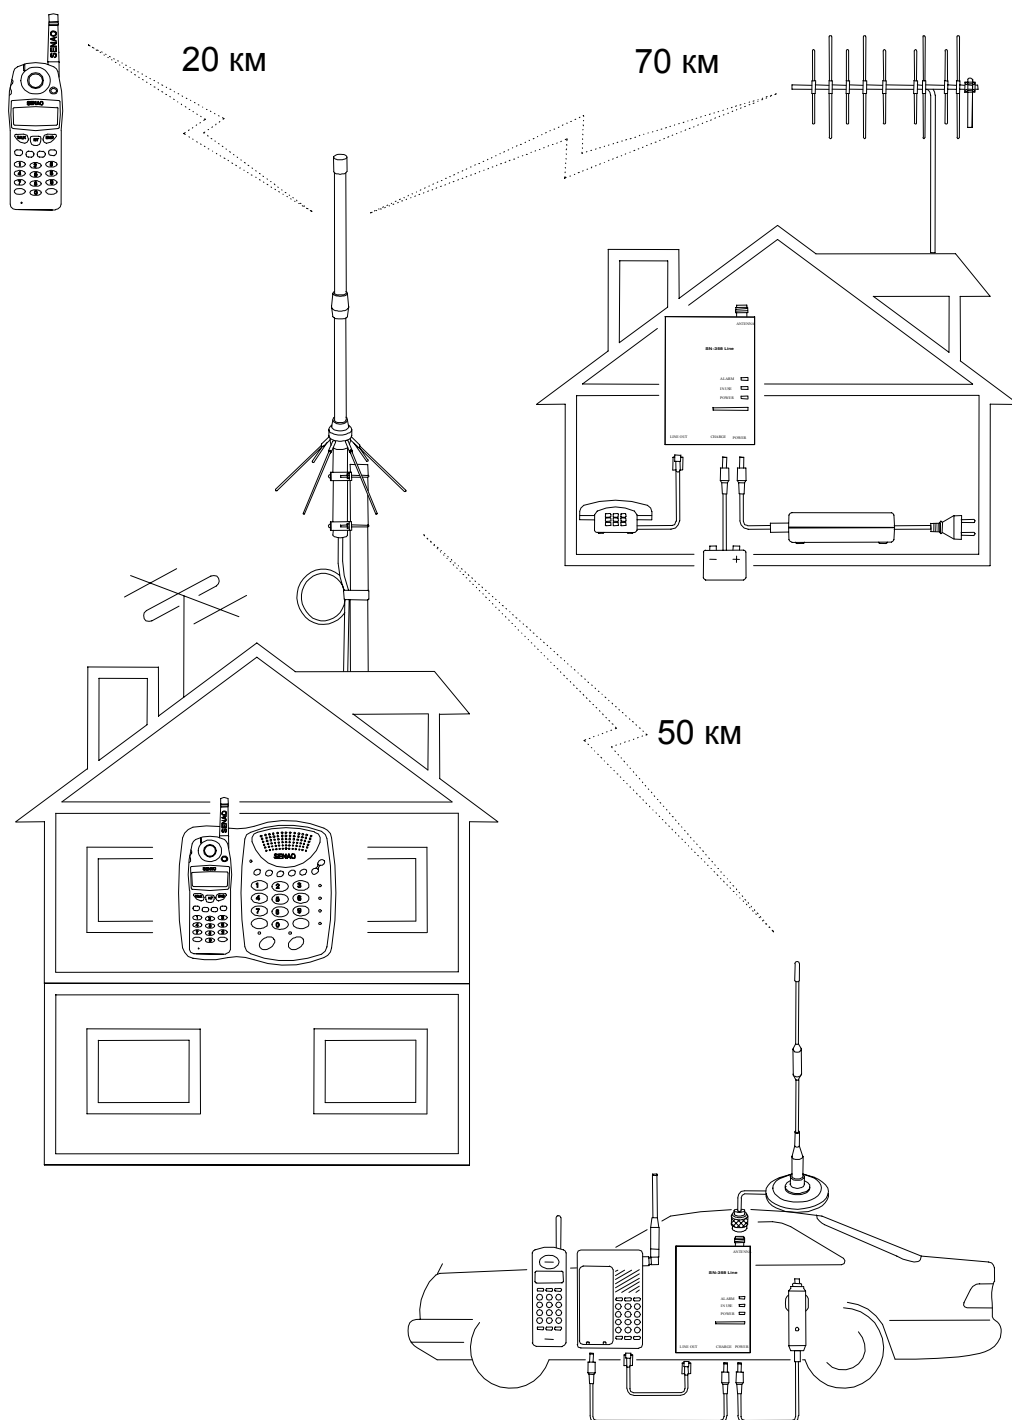

Рис. 9
- Рассматриваемая конфигурация является частным случаем комбинированной системы, включающей в себя стационарные и мобильные абонентские станции SN-358 Line, а также носимые радиотрубки, причем суммарное их количество может достигать 99 штук (см. рис. 9).